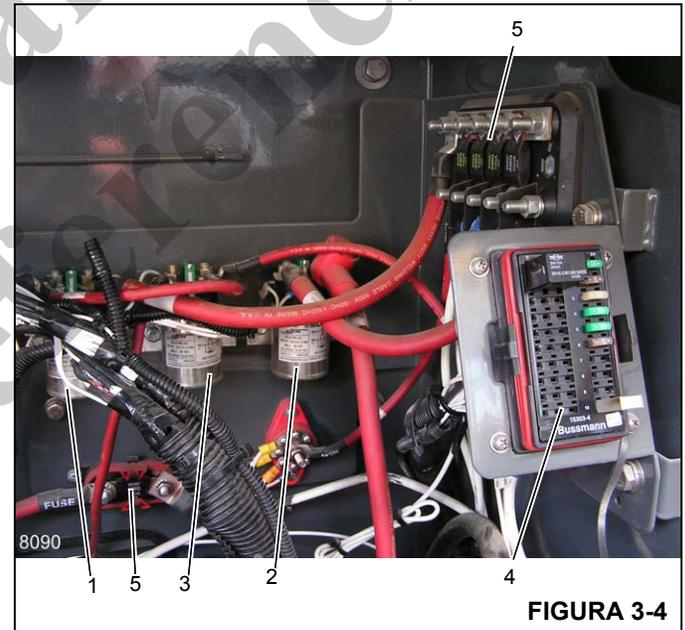

FIGURA 3-4
Os fusíveis se encontram atrás do assento na cabine (Figura 3-3). No painel de fusíveis da caixa de baterias (4) (Figura 3-4) e na caixa de baterias (5).
Os relés estão localizados na parte traseira da caixa de baterias (Figura 3-4): relé K-301 relé de potência (1), relé K-302 relé do aquecedor da grade (2) e relé K-303 relé de partida (3).